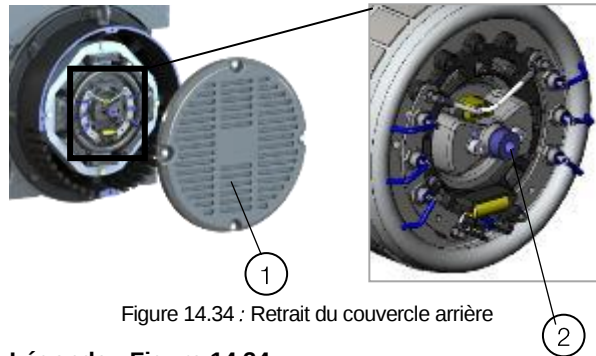

Figure 14.34 : Retrait du couvercle arrière
- 1) Retirer le couvercle de l'excitatrice de l'alternateur afin d'accéder à la bague de couplage du rotor d'excitatrice, conformément à la Figure 14.34.
Légende - Figure 14.34 :